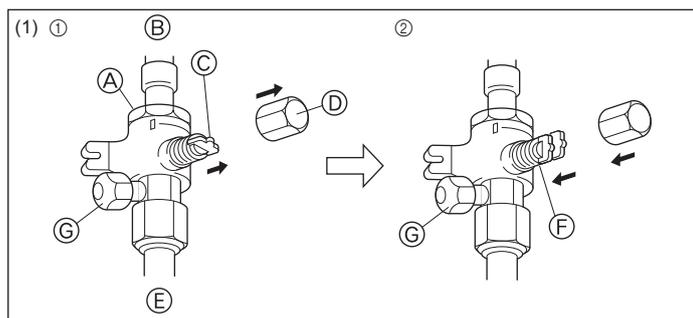
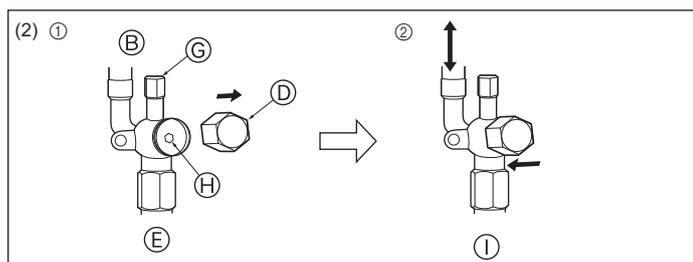

Fig. 4-6
Fig. 4-7
(1) Πλευρά αερίου (Fig. 4-6)
① Βγάλτε το καπάκι, τραβήξτε τη λαβή προς την πλευρά σας και περιστρέψτε κατά το 1/4 της στροφής προς τα αριστερά για να ανοίξει.
② Βεβαιωθείτε ότι η βαλβίδα διακοπής είναι εντελώς κλειστή, πιέστε μέσα τη λαβή και περιστρέφοντας επαναφέρατε το καπάκι στην αρχική του θέση.
(2) Πλευρά υγρού (Fig. 4-7)
① Βγάλτε το καπάκι και περιστρέψτε το στέλεχος της βαλβίδας προς τα αριστερά έως το τέρμα χρησιμοποιώντας ένα εξαγωνικό κλειδί 4 mm Σταματήστε να περιστρέψετε έως ότου φτάσει στον αναστολέα.